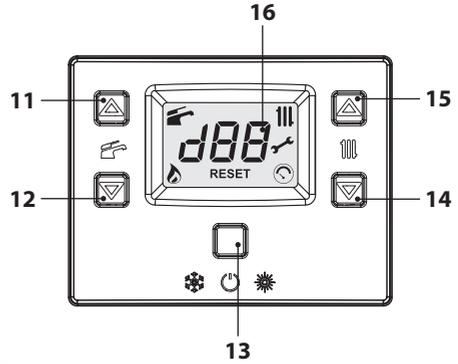
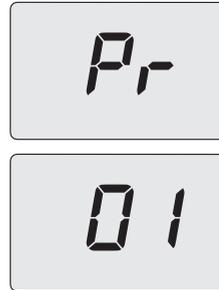
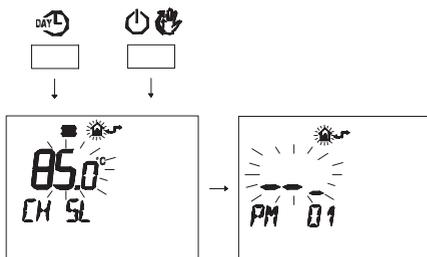

Figura 5.24
Figura 5.25
Figura 5.44
- Entre en la "modalidad de programación" pulsando simultáneamente durante 10 segundos los botones 13 - 14 - 15 (Figura 5.24) hasta que aparezcan en el display LCD las letras **Pr** alternadas con el número del parámetro **01**, indicando que se ha entrado en el "parámetro 01" (Figura 5.25).
- Pulsando el botón 13 (Figura 5.24) se confirma el valor introducido. El display muestra durante 3 seg. el mensaje "OK" (Figura 5.44), y luego aparece la lista de los parámetros (Figura 5.27).
- Para salir, pulse el botón 13 (Figura 5.24) y desconecte la alimentación eléctrica.
De todas formas, si la temperatura ambiente no resultase confortable, se puede aumentar o reducir la temperatura de impulsión de la instalación de calefacción en $\pm 15^{\circ}\text{C}$ usando los botones 14 (reducción) y 15 (aumento) (Figura 5.24).
- Pulse simultáneamente los botones **DAY L** y **ON** para entrar en la modalidad de programación transparente (Figura 5.44).